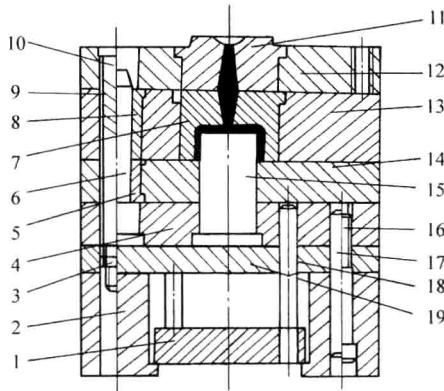
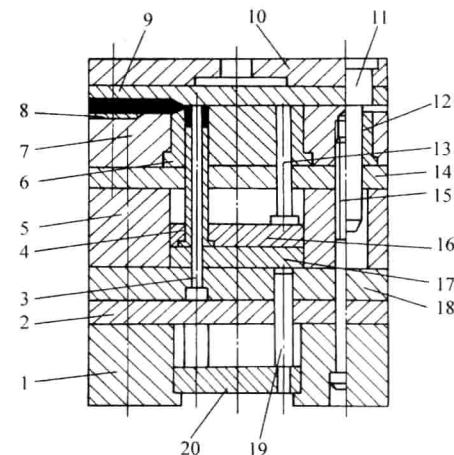

图 1-3 立式注塑模
图 1-4 直角式注塑模
- (1) 按塑料材料类别分类 分为热塑性塑料注塑模、热固性塑料注塑模。
- (2) 按模具型腔数目分类 分为单型腔注塑模、多型腔注塑模。
- (3) 按模具安装方式分类 分为移动式注塑模、固定式注塑模。
- (4) 按注塑机类型分类 分为卧式注塑模（见图 1-2）、立式注塑模（见图 1-3）和直角式注塑模（见图 1-4）。